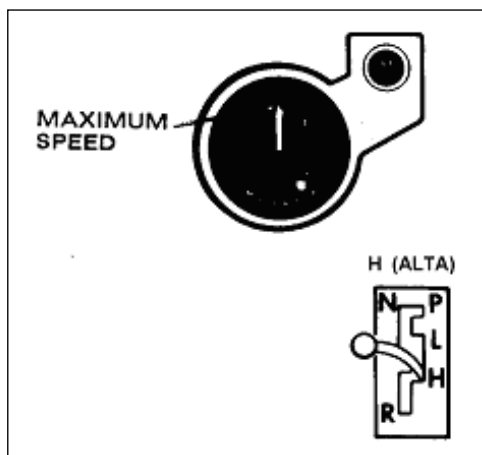

Fig 11-6. Alavanca seletora de marcha na posição "Alta"
e. Velocidade ALTA (Fig 11-6)
(1) Usar esta marcha (H) quando estiver deslocando em terreno firme, macio e nivelado.
(2) Não iniciar o movimento do CC usando esta marcha (H).
(3) Não cambiar de alta (H) para baixa (L) se a velocidade for maior que 9 MPH (14,5 Km/h).